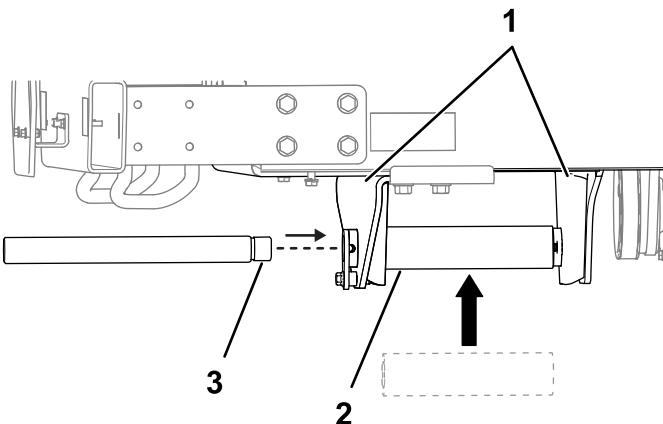

Figura 13
2. Insira o eixo espaçador entre os apoios dos eixos para garantir que estão a uma distância correcta entre eles (Figura 13). Ajuste a posição do suporte do eixo de substituição em conformidade.
3. Insira o eixo articulado através do eixo espaçador (**Figura 13**). Se o eixo articulado não rodar livremente, ajuste a posição do suporte do eixo de substituição. Lixe as extremidades da estrutura conforme necessário.